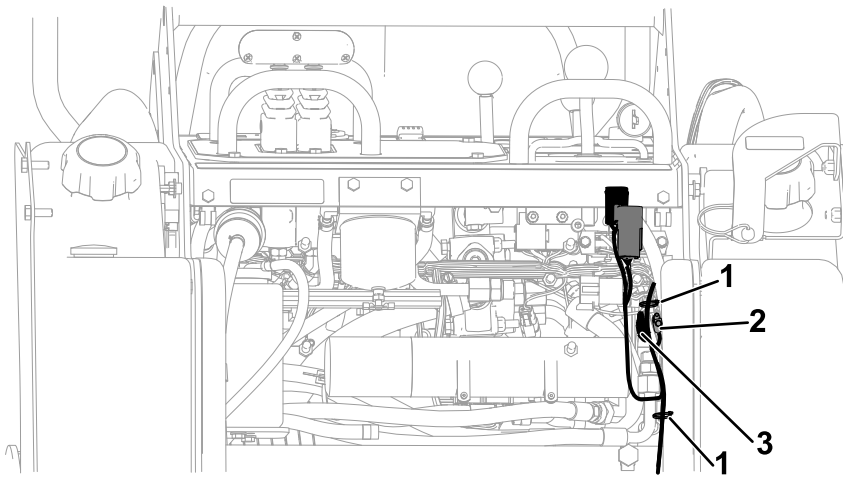

Bild 11
6. Verbinden Sie unterhalb des Zündschalters, unter der Motorhaube, die beiden Anschlüsse des Beleuchtungskits (**Bild 11**).
7. Befestigen Sie den Kabelbaum mit zwei Kabelbinder am Kabelbaum der Zugmaschine, wie in **Bild 11** dargestellt.